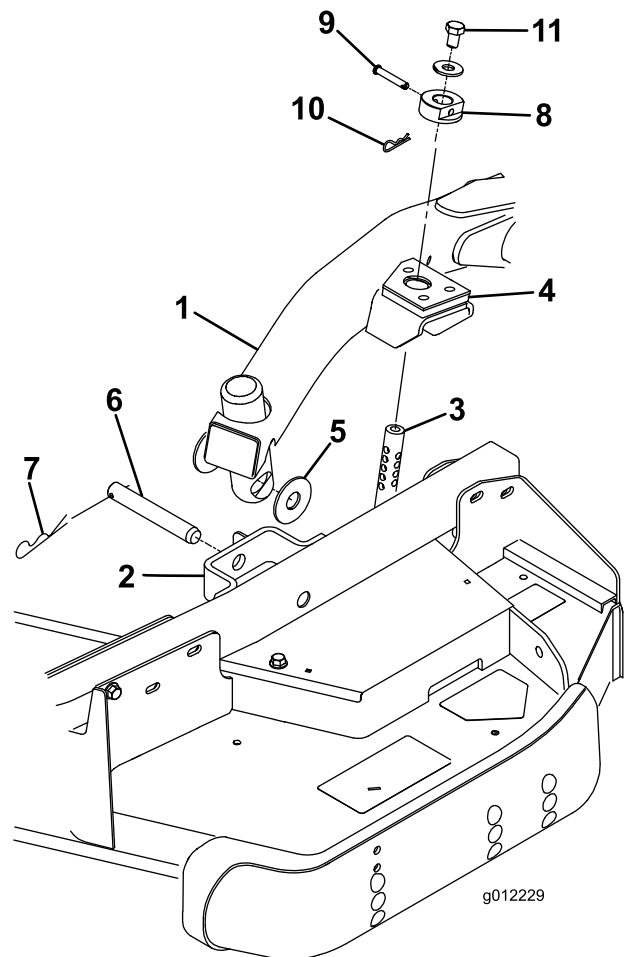

Figura 23
4. Mueva la palanca de elevación a la posición Flotar. Empuje hacia abajo uno de los brazos de elevación hasta que los taladros del brazo de elevación estén alineados con los taladros del soporte del brazo de la rueda giratoria y pueda introducirse la varilla de ajuste de la altura de corte en los alojamientos del brazo de elevación (Figura 23).
5. Fije el brazo de elevación al brazo de la rueda giratoria con (2) arandelas de empuje, un pasador y un pasador de horquilla. Coloque las arandelas de empuje entre el brazo de elevación y el soporte del brazo de la rueda giratoria (Figura 23). Introduzca el extremo del pasador de horquilla en la ranura de la
9. Instale los collares de ajuste de la altura de corte sobre las varillas de ajuste de la altura de corte y fíjelos con los pasadores y los pasadores de horquilla (Figura 23). Oriente la cabeza del pasador hacia la parte delantera de la carcasa.
10. Instale un perno de 1/2 x 3/4 pulgada y una arandela en la parte superior de cada varilla de ajuste de la altura de corte (Figura 23).